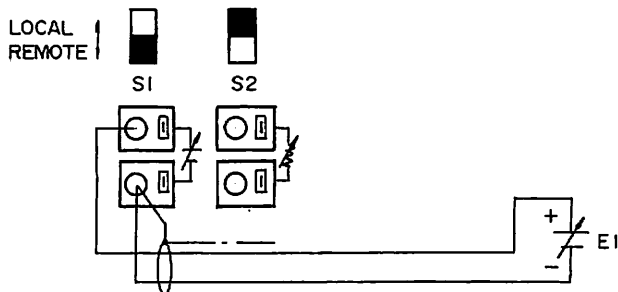

図9
2)背面CV. REMOTEのS1スイッチをREMOTEにセット, 図9のように外部電圧を接続します。
- ・ E1の接続は2芯シールドを使用し、外被シールドは図9のように接続してください。